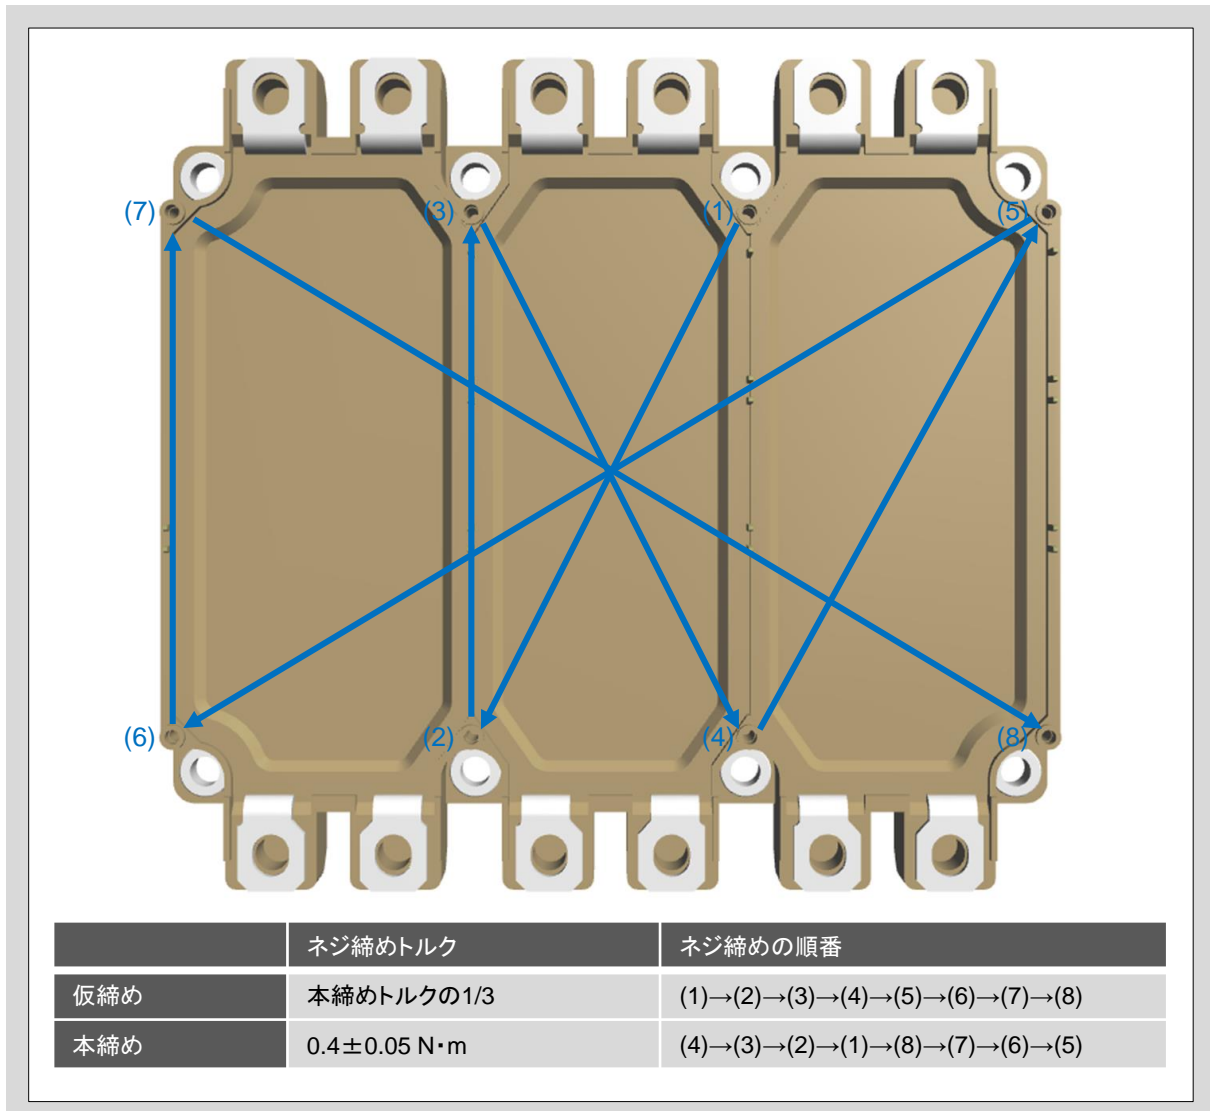

図6 ネジ締めトルク及びネジ締め順序
2. 均等の力で製品を固定するために、本締めトルクの1/3のトルクで仮締めを行います。図6に締め付け順序を示します。
3. 次に、仮締めと同じ順序で本締めを行います。本締めトルクは図6の範囲内として下さい。